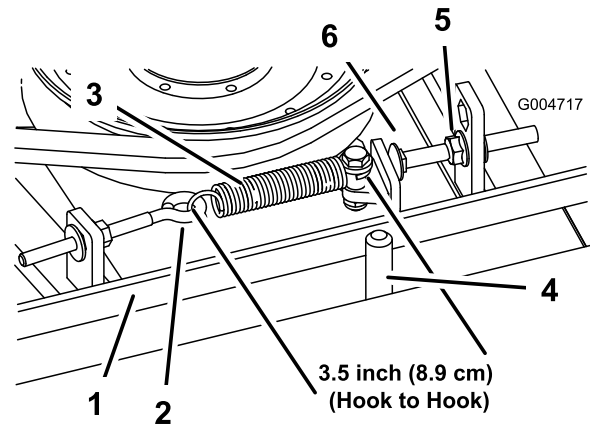

Figura 64
que haya obtenido la tensión correcta del muelle, ajuste el perno de tope (perno de cuello cuadrado) hasta que quede aproximadamente 3 +1,5/0,0 mm de holgura entre la cabeza del perno y el brazo tensor (Figura 64).
Nota: Asegúrese de que la correa está colocada en el lado del muelle de la guía de la correa (Figura 64).
2. Afloje el perno de ojal para poder retirar el muelle de extensión (Figura 64).
3. Afloje la tuerca con arandela prensada que fija el perno de tope a la pletina de montaje. Desenrosque la tuerca lo suficiente para permitir que el brazo tensor pase por el perno de tope (Figura 64). Aleje la polea tensora de la correa para aliviar la tensión de la correa.
8. Vuelva a conectar el muelle de extensión (Figura 64) al perno de ojal y tense la correa de la siguiente manera: